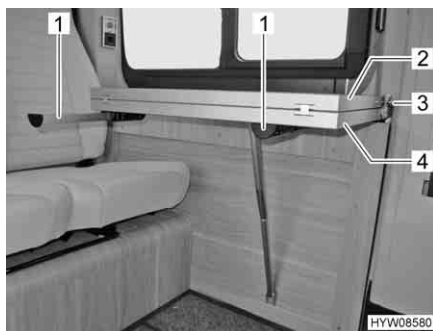

Fig. 30 Tavolo
- Sfilare i due puntelli (Fig. 30,1).
- Sfilare il bottone di sicurezza (Fig. 30,3) e rimuovere la cintura di ritegno dalla prolunga del piano del tavolo (Fig. 30,2).
- Aprire la prolunga del piano del tavolo (Fig. 30,2).
- Ripiegare la prolunga del piano del tavolo (Fig. 30,2).
- Spingere il bottone di sicurezza (Fig. 30,3) della cintura di ritegno sul supporto della prolunga del piano del tavolo.
- Infilare dentro i due puntelli (Fig. 30,1).
- Sollevare leggermente il piano del tavolo (Fig. 30,4) in avanti.